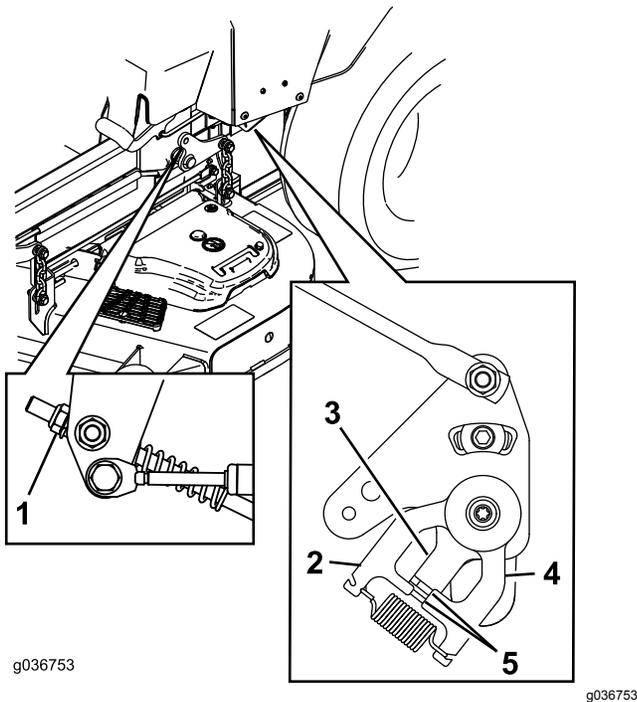

図 70
11. ポンプコントロールロッドのナットを回して、車輪が後退方向にわずかにクリープするように調整する 図 70。